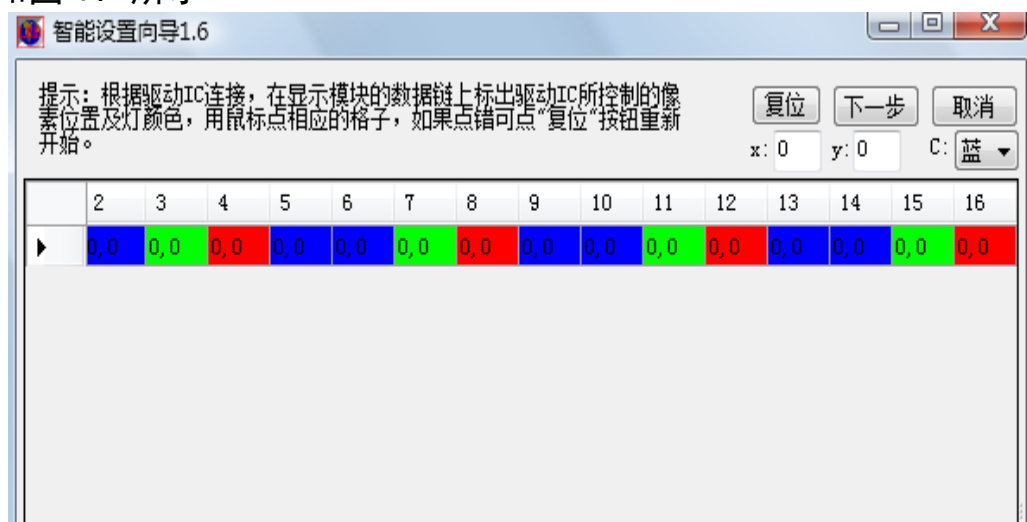

图 17
- 根据实际的设计你将颜色填入方框，假如：可裁减灯条是用一个 595 IC 控制两个像素点，且 OUT0 控制红色的 LED，OUT1 控制绿色的 LED，OUT2 控制蓝色的 LED，OUT3 悬空，OUT4 控制红色的 LED，OUT5 控制绿色的 LED，OUT6 控制蓝色的 LED，OUT7 悬空。用鼠标点击方框 16 再点颜色选择框“C: 蓝”，选择你需要的颜色红色，用鼠标点击方框 15 再点颜色选择框“C: 蓝”，选择你需要的颜色绿色，用鼠标点击方框 14 再点颜色选择框“C: 蓝”，选择你需要的颜色蓝色，用鼠标点击方框 13 再点颜色选择框“C: 蓝”，因为这个方框是悬空的引脚，所以你可以任意重复选一种颜色，以此类推。完成所有方框的颜色设置，如图 17 所示